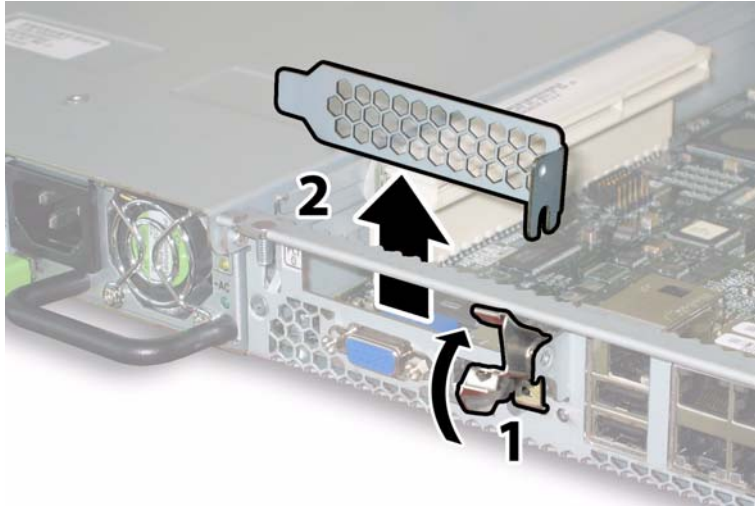

図 3-54 PCI カード固定ラッチの取り外し
- b. シャーシの背面側から、スロットの PCI カードラッチを上に戻します。図 3-54 を参照してください。
- a. シャーシの背面側から、スロットの PCI カードラッチを上に戻します。図 3-54 を参照してください。